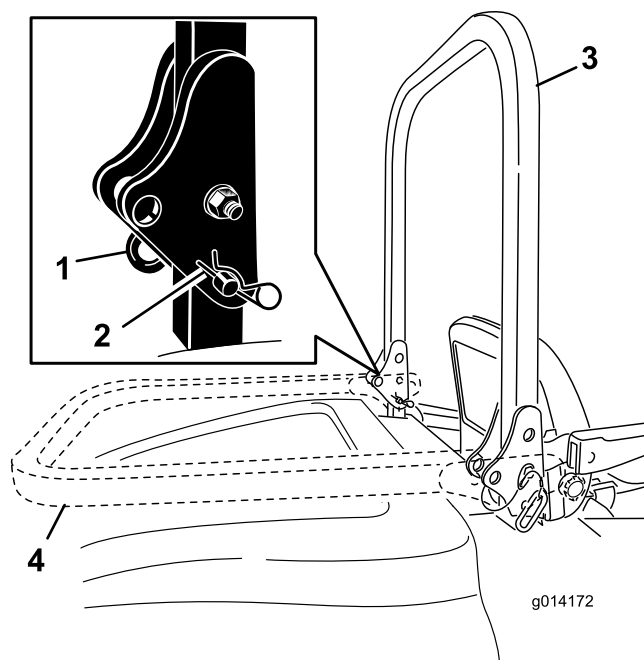

Bild 12
1. Nehmen Sie zum Absenken des Überrollbügels die Splints ab, drücken Sie den Überrollbügel nach vorne gegen die Federn und nehmen Sie die beiden Stifte ab (Bild 12).
2. Senken Sie den Überrollbügel ab (Bild 12).
3. Setzen Sie die zwei Stifte ein und befestigen Sie diese mit den zwei Splints (Bild 12).
4. Nehmen Sie zum Aufrichten des Überrollbügels die Splints ab und entfernen Sie die beiden Stifte (Bild 12).
- Richten Sie den Überrollbügel ganz auf und setzen Sie die beiden Stifte ein. Befestigen Sie die Stifte mit den Splints (Bild 12).